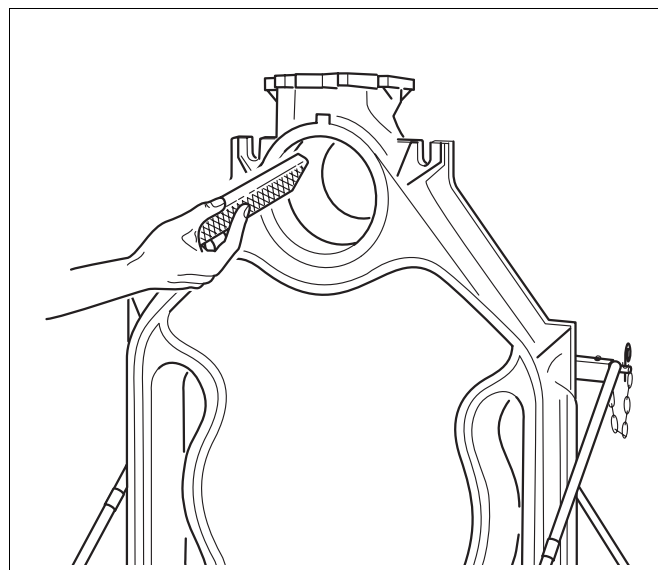

Abb. 12 Grat abfeilen
- Den eventuell an den Naben vorhandenen Grat abfeilen (Abb. 12).
- Den eventuell an den Naben vorhandenen Grat abfeilen (entsprechend Abb. 12, Seite 19).